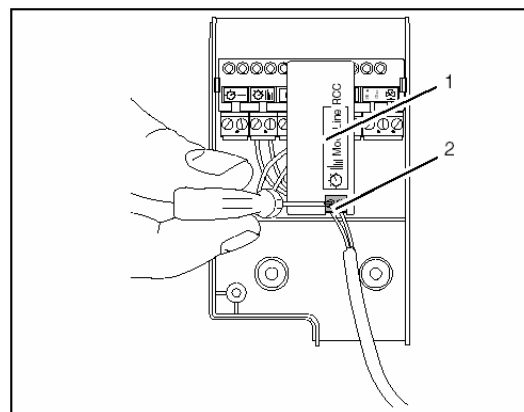

fig.12 Separat anslutningsbox (tillbehör)
Med hjälp av en RCC-adapter (tillbehör) kan man ansluta en iRT15 eller iRT30-termostat, se fig. 12.
På plint 14-15 kan man ansluta en modulerande iRT-reglercentral (fig.12, pos.2). Plinten är placerad i den separata anslutningsboxen (fig.12, pos.1) under kopplingsplinten (tillbehör).